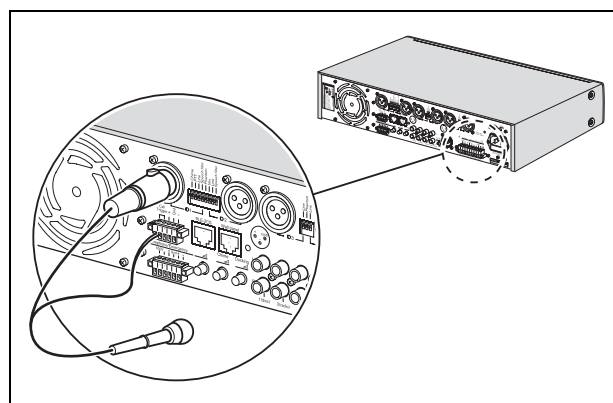

Abbildung 4.3: XLR-Verbindung mit Trigger
- XLR-Verbindung mit Trigger. Siehe Abbildung 4.3.